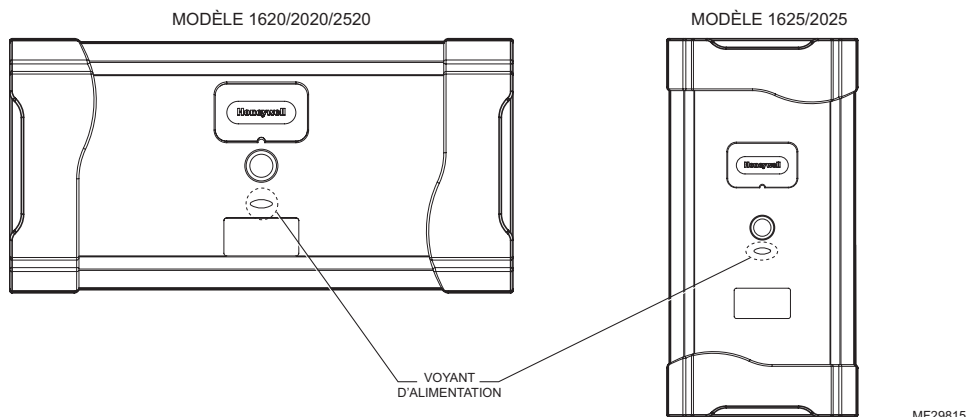

Fig. 17. Voyant d'alimentation.
d. Le voyant d'alimentation sous l'interrupteur d'alimentation de l'épurateur d'air amélioré de Honeywell s'allume (voir Fig. 17).
L'épurateur d'air amélioré de Honeywell est muni d'un voyant d'alimentation situé sur la porte (Fig. 17 page 19). Ce voyant s'allume lorsque la porte de l'épurateur d'air amélioré de Honeywell est installée, lorsque l'interrupteur d'alimentation est sur marche ET que la soufflante du générateur d'air chaud ou de l'unité de traitement de l'air fonctionne et (pour les modèles 1620, 2020 et 2520) que le débit d'air est détecté. Si le voyant ne s'allume pas, suivre les étapes de dépannage ci-dessous.